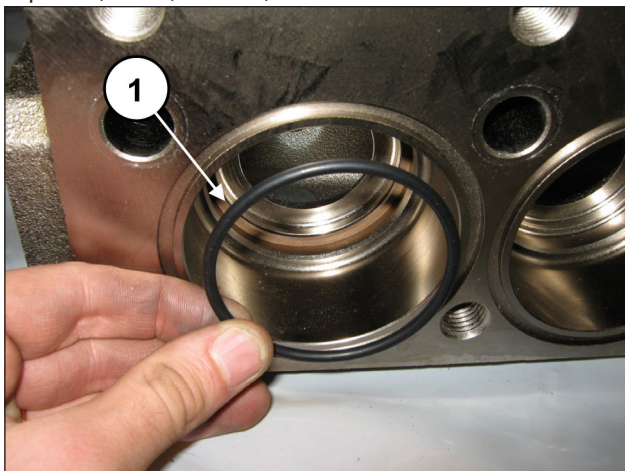

Рис. 154
Вставьте кольцо O-ring, поз. №7 на деталировочном чертеже (поз. ①, Рис. 154).